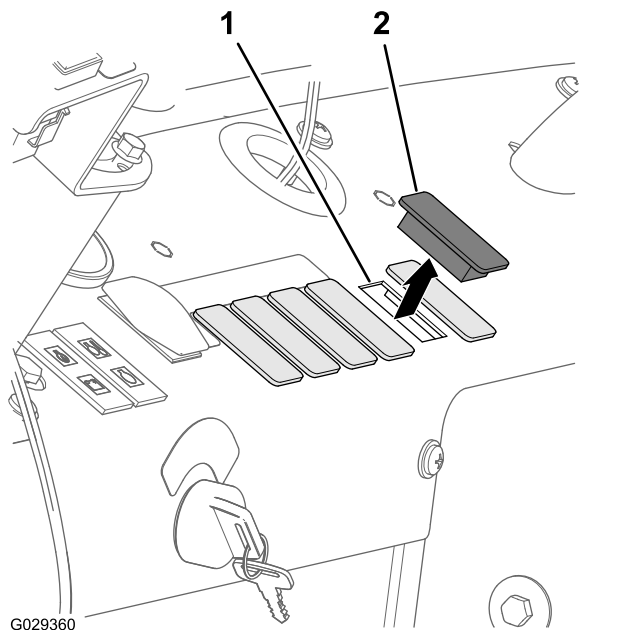
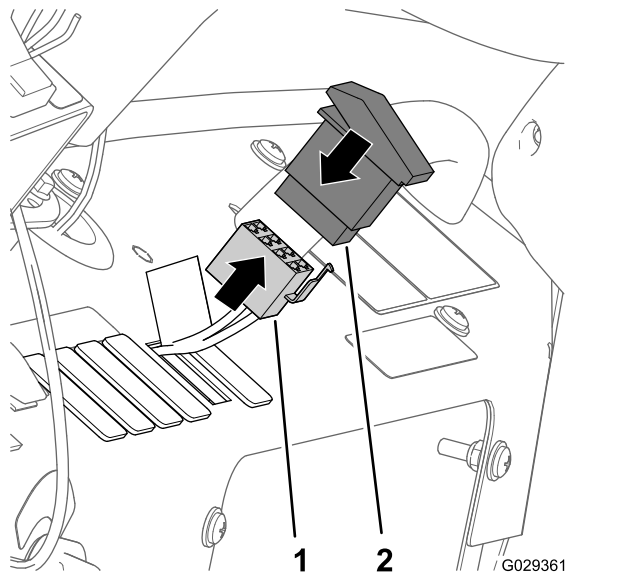

Figura 210
Figura 211
1. Retire el quinto enchufe por la derecha del salpicadero de la máquina (Figura 210).
2. Alinee el conector hembra de 8 vías con la abertura del salpicadero y conéctelo al conector (Figura 211) con las clavijas en la parte posterior del interruptor basculante de 2 posiciones (interruptor de encendido/apagado del compresor).
- Monte el interruptor en el salpicadero y presiónelo hasta que se ajuste firmemente en la abertura (Figura 210 y Figura 211).